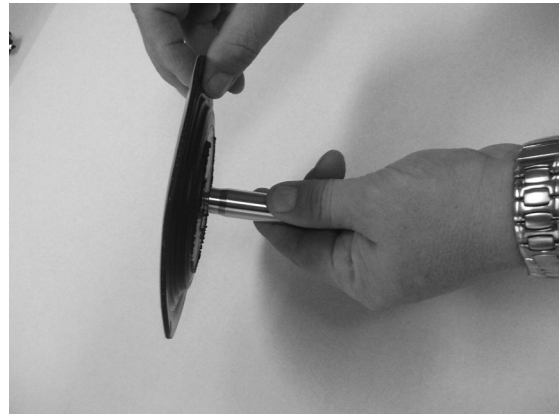

Abbildung 3
Schrauben Sie die Membran (3) von der Achse (4) (siehe Abbildung 3).